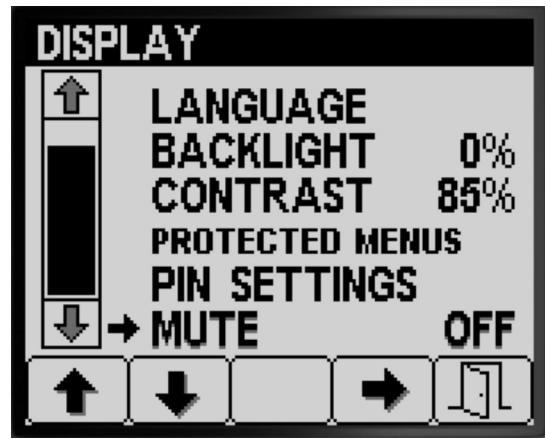

Рисунок 31
- Нажмите кнопку 4 для установки индикатора выключения звука на ВКЛ или ВЫКЛ (Рисунок 31).
- Нажмите кнопку 5, чтобы сохранить эту настройку, выйти с экрана Mute (Выключение звука) и вернуться на экран Settings (Настройки). (Рисунок 31).